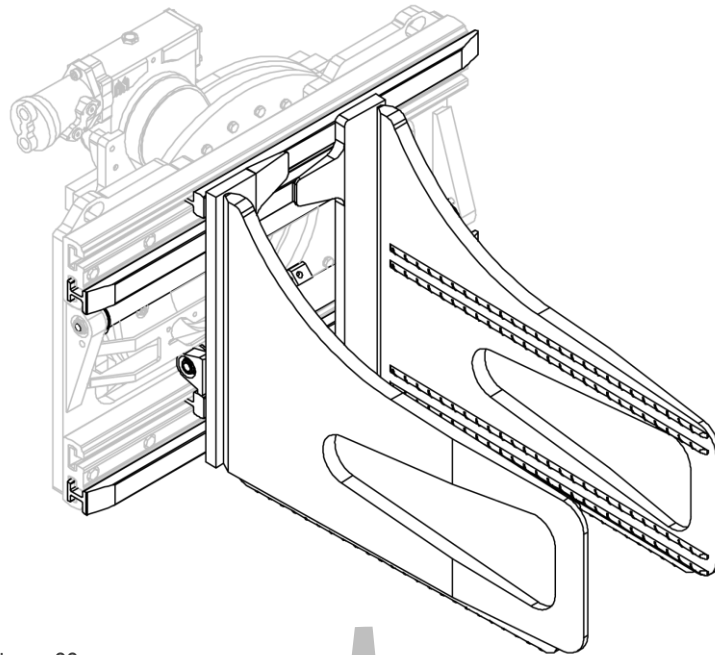
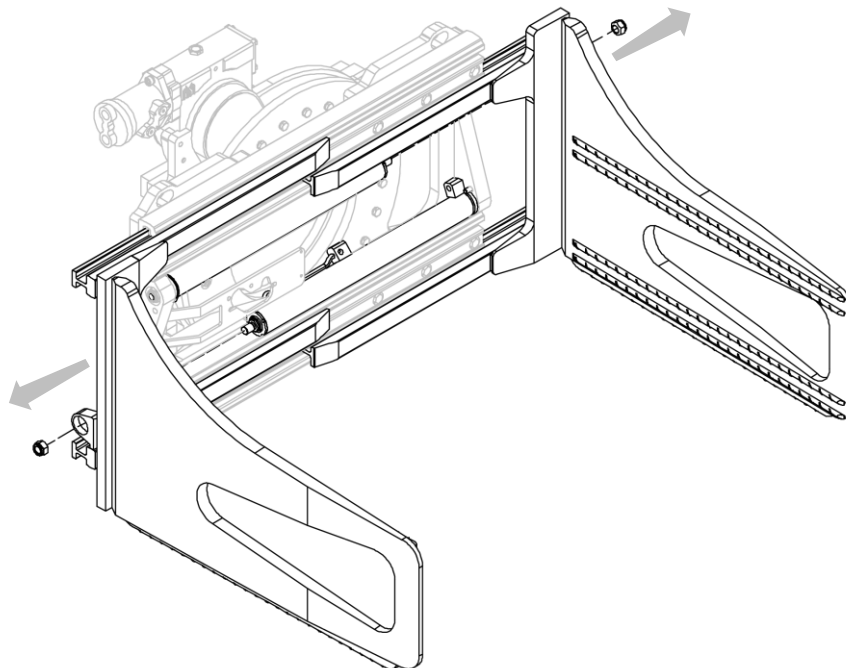

Figura 22
Figura 23
2. Rimuovere le forcelle con le relative ganasce dopo aver svitato i relativi dadi che le vincolano ai cilindri (vedi *Figura 22* e *Figura 23*).